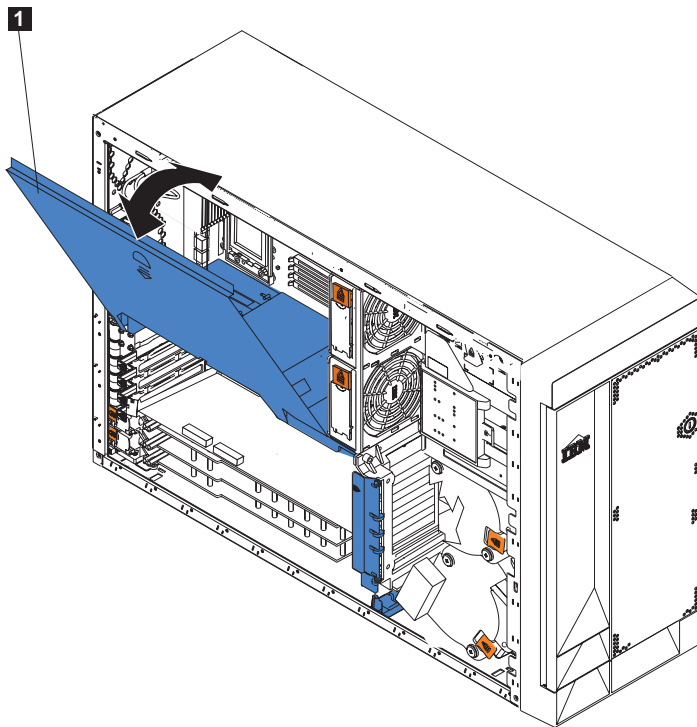
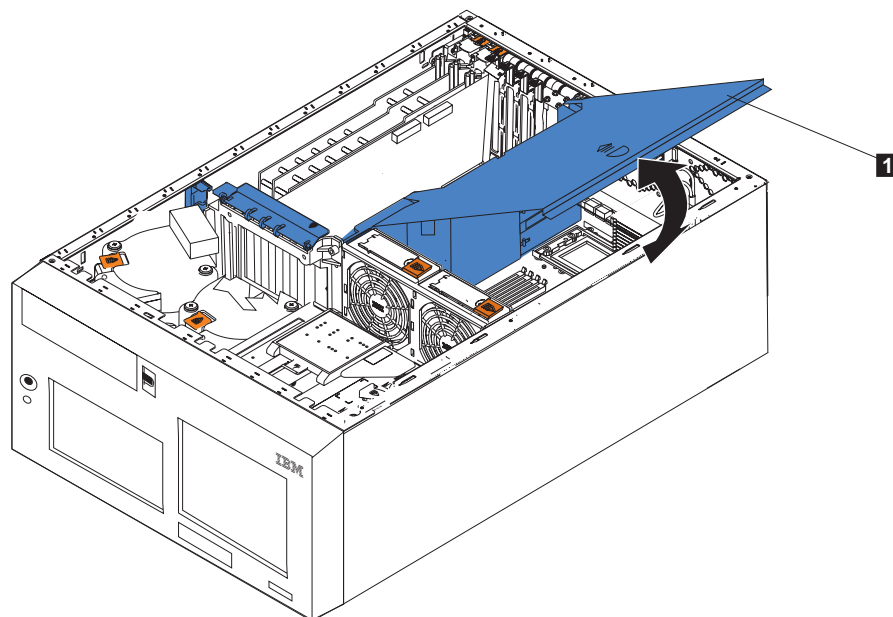

Figura 65. Abrindo a tampa do conjunto da placa defletora de ar (Modelo 25T)
Figura 66. Abrindo a tampa do conjunto da placa defletora de ar (Modelo 25T com o recurso de conversão de montagem do rack)
4. Abra a tampa no conjunto da placa defletora de ar, conforme mostrado na Figura 65 e na Figura 66 na página 95.
3. Abra a tampa do conjunto da placa defletora de ar. Consulte a Figura 65 na página 94 e a Figura 66 na página 95 para ver uma ilustração.